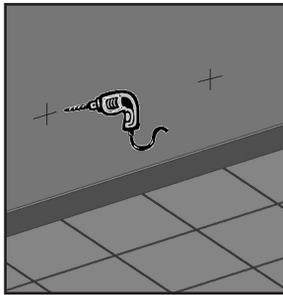

fig. 2
2. Taladrar en las marcas y colocar el taco. (fig. 2)